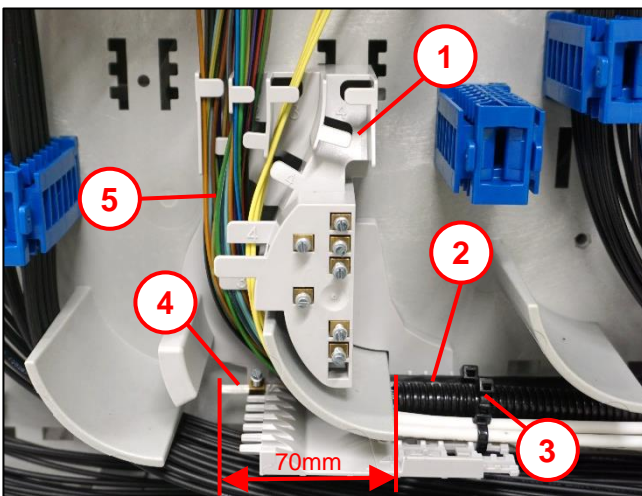

Abb. 30
Befestigung an der Kabelsortierung Zugang auf der Tür siehe Abb. 30.
- Zentralelement (3) auf 70mm absetzen und unter Zugbügel (1) führen.
**Beachten:** Alternative Zugabfangung auf der Türseite, siehe Abb. 30.
- Bündeladern (9) im Bereich der Zugbügel mit Spiralschlauch (10) schützen.
- Bündeladern (4) je nach Vorgabe absetzen.
1. Schutzschläuche (7) absetzen. Schutzschläuche mit Kabelbinder an Rückwand befestigen. Bündeladern in Schutzschläuche führen.
2. Wellschlauch (8) absetzen. Wellschlauch mit Kabelbinder an Rückwand befestigen. Bündeladern in Wellschlauch führen.
- Zentralelement mit Zugbügelschraube (2) fixieren.
- Gf-Minikabel / Luftkabel (6) mit Kabelbinder (5) an Rückwand befestigen.